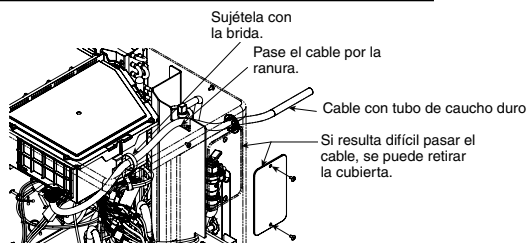

Fig. 4-3
- ③ Inserte el cable con tubo de caucho duro *1 (Fig. 4-3, 4-4)